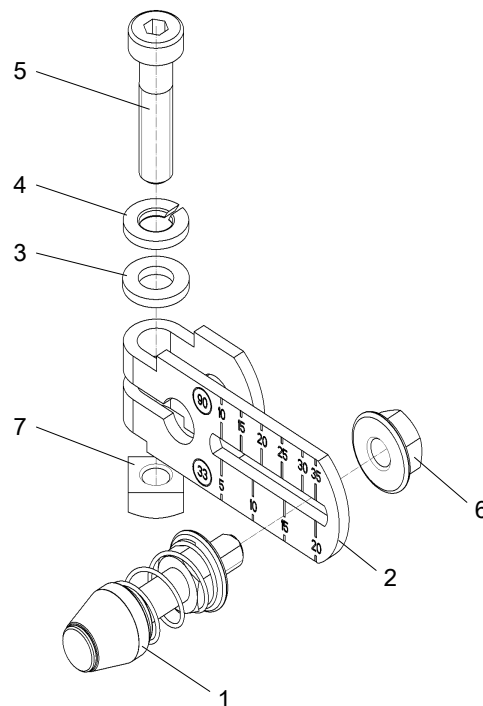
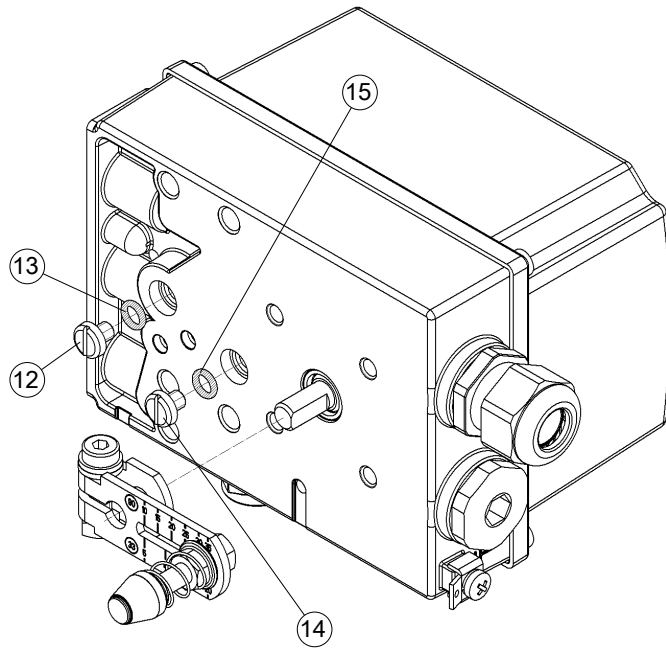

Abb. 6: Hebel montiert
Abb. 7: Montage Hebel am Stellungsregler
2. Abb. 6: Hebel (2) bis zum Anschlag auf die Stellungsreglerachse schieben und mit Zylinderschraube (5) befestigen. Hierbei das max. Anzugsmoment von 8/6 [Nm/lbf ft] nicht überschreiten.
3. Den rückseitigen Stelldruckausgang durch Entfernen der Schraube (12) und des O-Ringes (13) öffnen.
4. Bei Anbau mit Abluftbeschleierung des Federraumes den rückseitigen Abluftausgang durch Entfernen der Schraube (14) und des O-Ringes (15) öffnen.
5. Abb. 7: Stelldruckausgang mit Verschlussschraube (10) dichtsetzen. Bei Anbau mit Abluftbeschleierung Abluftschalldämpfer entfernen und dichtsetzen.
6. O-Ring (11) in die Senkung der Laterne einlegen.
7. Stellungsregler so an den Antrieb halten, dass die Rolle zwischen den Stiften (16) geführt wird.
8. Stellungsregler waagerecht an der Laterne ausrichten und mit den Schrauben (8) und Federringen (9) montieren.